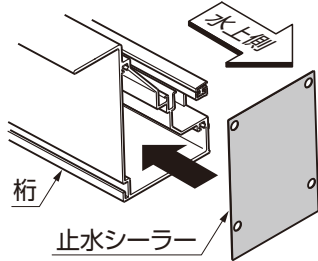

図6-3 止水シーラーの貼付け
- ③ 止水シーラーを水上側の桁の端部に貼付けてください。（水下側は貼付け不要です。）（図6-3参照）